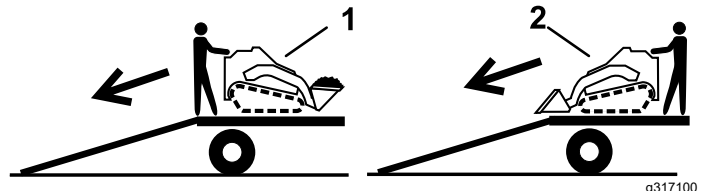

Bild 22
2. Fahren Sie beim Entladen vom Anhänger mit dem schweren Ende der Maschine auf die Rampe und befördern Sie Lasten niedrig (Bild 22).